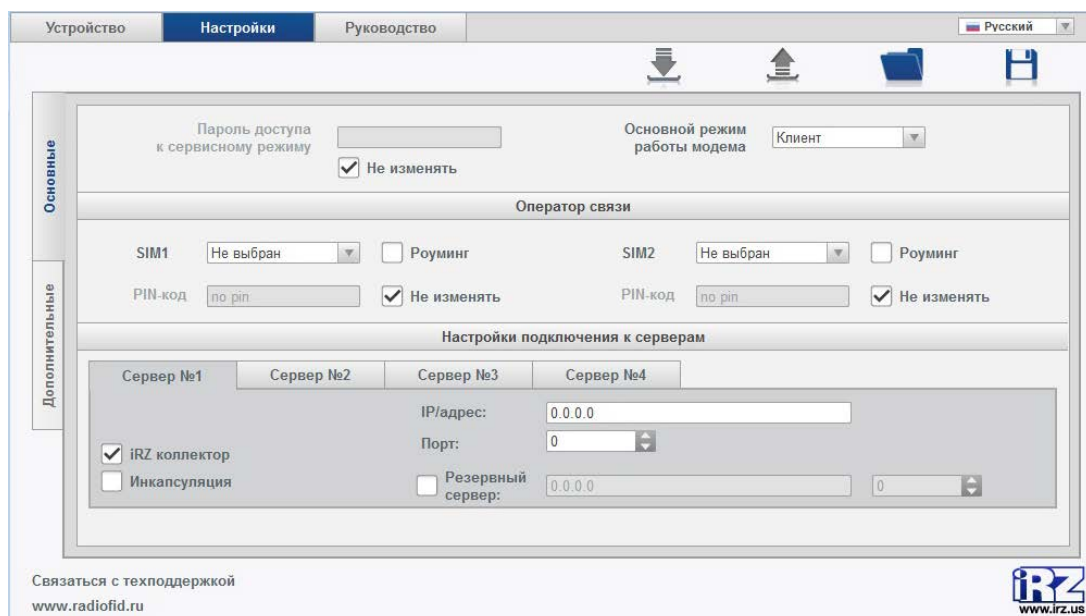

Рис. 3.9 Программа ATM Control — вкладка «Настройка»
4. Для настройки модема откройте вкладку **Настройка** (см. Рис. 3.9). Задайте обязательные параметры: сотовый оператор используемой SIM-карты, IP-адрес и порт сервера. Если используется программное решение iRZ Collector, установите флажок для опции **Интеграция в iRZ Collector**.
8. Установите SIM-лотки с SIM-картами в модем. Обязательно соблюдайте соответствие устанавливаемых SIM-карт в лотки с заданными в программе настройками. В нашем случае в лоток №1 должна быть установлена SIM-карта оператора МТС со снятым запросом PIN-кода (см. Рис. 3.9). После этого программу настройки модемов ATM Control можно закрыть.